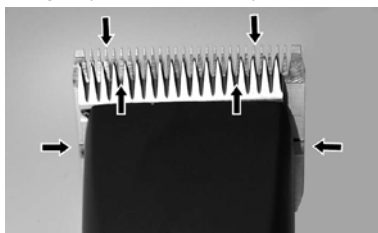

Fig. 22
För att uppnå ett bra klippresultat och för att öka klipprens och klipp huvudets livslängd måste du lägga på en tunn oljefilm mellan över- och underskåret (Fig. 22).
- ▶ Smörj skären tillräckligt mycket under klippningen (minst var femtonde minut), så att de inte torkar (Fig. 22).
Skären måste smörjas före, under och efter varje användning. När klipprens skär lämnar ränder eller går med lägre hastighet är det ett tecken på att det behövs olja. Lägga några droppar olja fram på och tvärs över klippskären (se pilarna i Fig. 22). Torka bort överskottsolja med en mjuk, torr trasa. Smörjsprayer innehåller inte tillräckligt mycket olja för att smörjningen ska bli bra, men kyler skären. Byt omedelbart skadade eller slöa skär för att undvika skador.